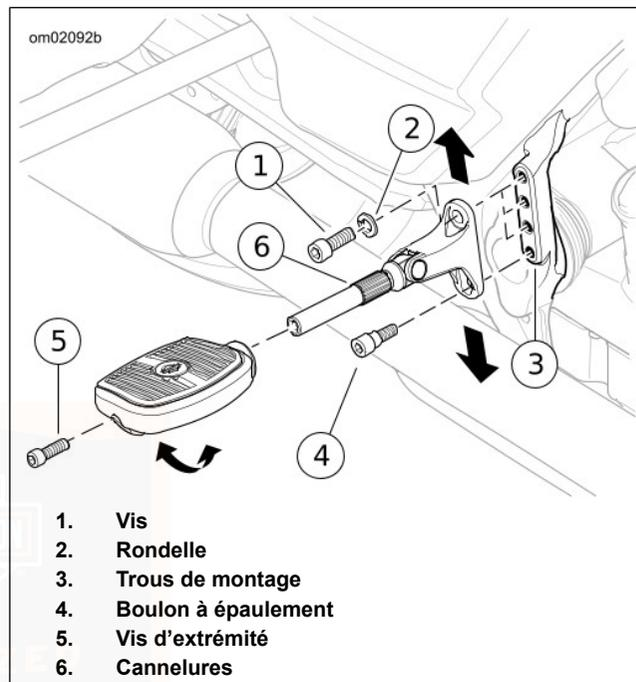

Figure 31. Marchepieds du passager : FLHTKL
Voir Figure 31. Si le support ne coulisse pas vers le haut ou vers le bas, desserrer le boulon à épaulement inférieur (4) sans le retirer.
1. Retirer la vis de support supérieur (1) et la rondelle (2).
1. Voir Figure 31. Déposer la vis de retenue (5).
3. Aligner les cannelures du marchepied sur les cannelures de fixation (6) selon l'angle préféré. Presser le marchepied contre les cannelures.